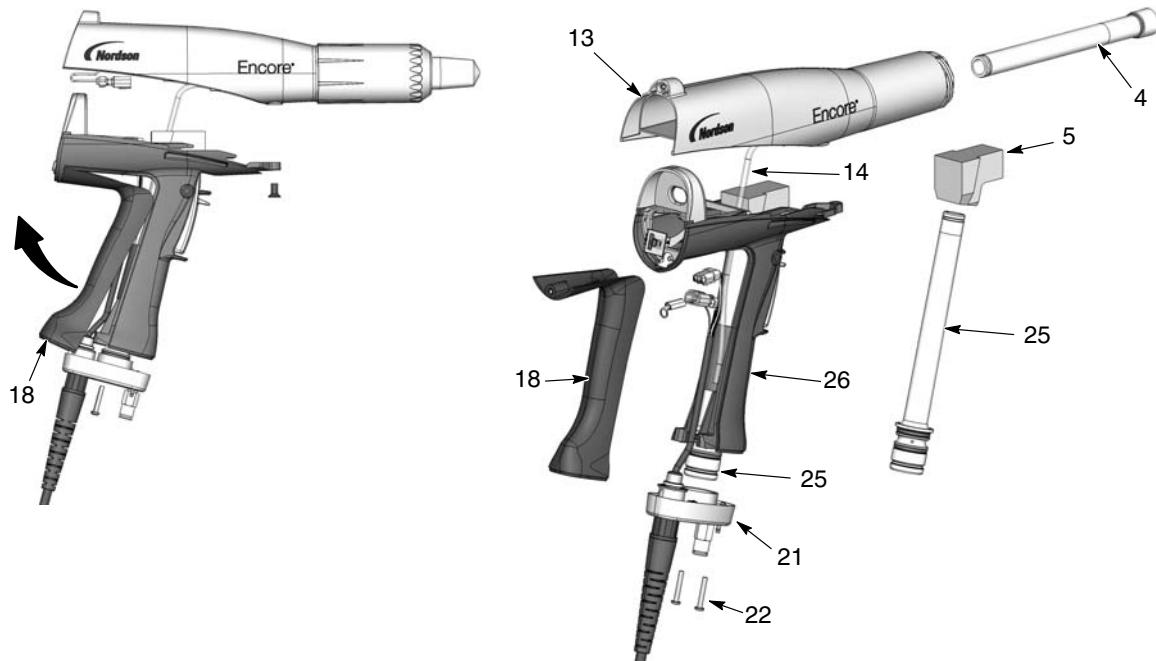

Рис. 6-5 Замена порошкового тракта
2. См. рис. 6-5. Снять колено (5) с впускной трубки (25).
3. Вывернуть два винта M3 x 20 (22) из основания рукоятки (21).
4. Снять основание с рукоятки, отвести нижнюю часть накладки заземления (18) вверх и в сторону от рукоятки, затем снять ее. Оставить провод заземления подсоединененным к накладке заземления.
5. Вытолкнуть впускную трубку (25) вверх и из основания, затем убрать основание в сторону и вытянуть впускную трубку из рукоятки.
6. Вытолкнуть выпускную трубку (4) из передней части корпуса распылителя (13).
- См. рис. 6-5. Вставить выпускную трубку (4) в корпус распылителя (13) так, чтобы конец трубы установился вровень с концом корпуса распылителя.
- Вставить впускную трубку (25) в рукоятку (26), затем вставить конец трубы в основание рукоятки (21).
- Придвинуть основание рукоятки к рукоятке, затем зацепить в корпусе верхнюю часть накладки заземления (18) и завести ее в рукоятку. При сборке следить, чтобы провода не были зажаты и не зацепились.
- Установив основание рукоятки на рукоятке и накладке заземления, закрепить его двумя винтами M3 x 20 (22).
- Поставить колено (5) на впускную трубку, сориентировав его конец в направлении передней части распылителя, как показано на рисунке.